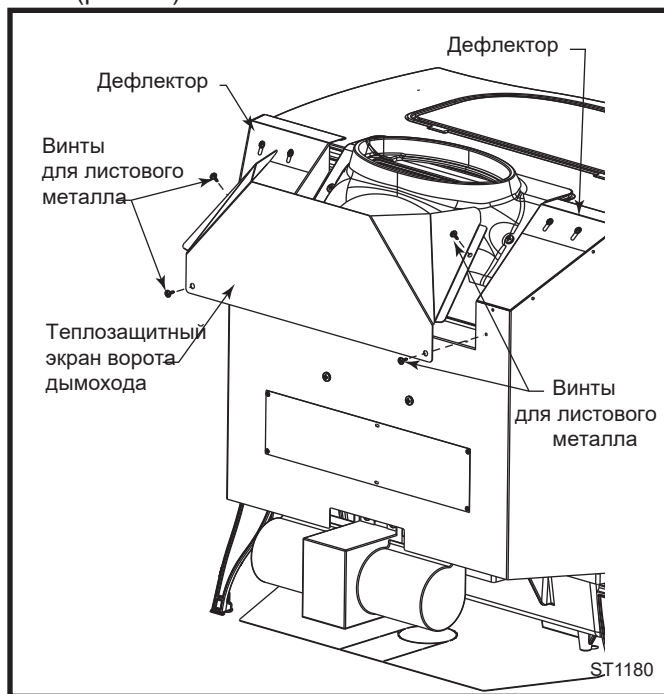

Рис. 24 Установка теплозащитного экрана ворота дымохода.
При наличии опционального комплекта вентилятора, вы можете отрегулировать дефлектор так, чтобы поток теплого воздуха шел над верхом печи (рис. 24). Ослабьте два (2) винта с каждой стороны и поднимите или опустите дефлектор. Закрутите винты.
ОСТОРОЖНО: К печи Defiant должен быть прикреплен теплозащитный экран ворота дымохода. С помощью четырех винтов для листового металла #10 в комплекте прикрепите экран к задней стороне печи (рис. 24).